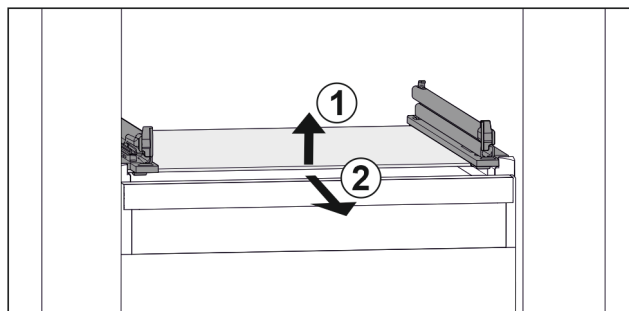

Fig. 46 Príklad zobrazenia sklenenej dosky
- ▶ Nadvihnite sklenenú dosku vpredu. Fig. 46 (1)
- ▶ Odoberte sklenenú dosku dopredu. Fig. 46 (2)